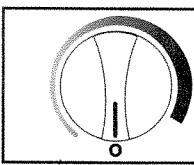

Fig. 14
- * Para apagar el refrigerador para vinos (para no refrigerar) rote la perilla de control a la posición "0" (apagado). Ver Fig. 14.